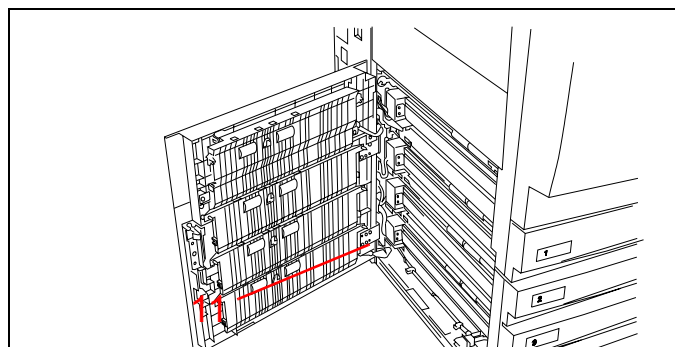

Figura 4
**Aponte para** a localização da placa do número de série. Consulte a Figura 4.